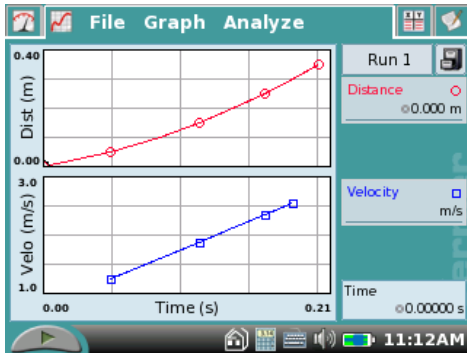

Fig. 1
2. Beoordeel de snelheid (velocity) tegen de tijd (time) (x-as) in de grafiek (Fig.1).